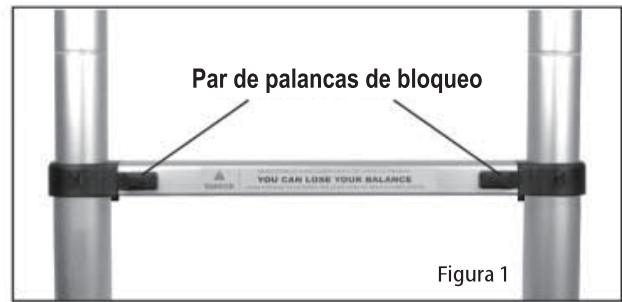

Figura 1
- Cada mecanismo está conectado a la palanca de bloqueo visible desde exterior (véase la figura 1).